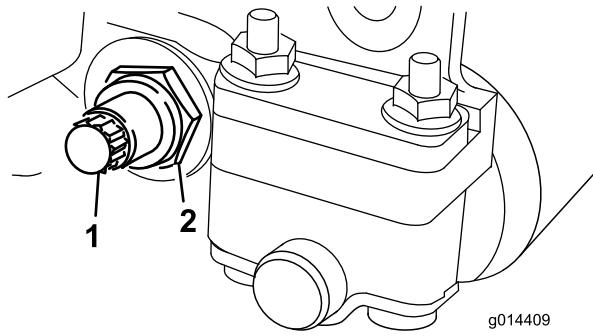
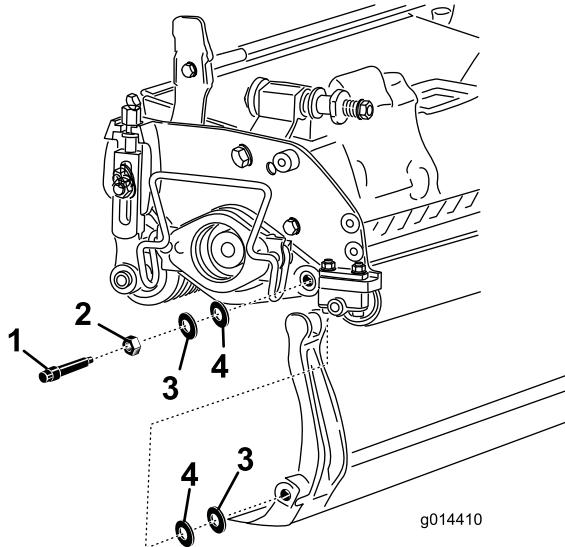

Figura 14
Figura 15
- Desaperte a porca de bloqueio que segura a cavilha da barra de apoio, em cada um dos lados da máquina (Figura 14).
- Remova cada uma das cavilhas da barra de apoio, de modo a permitir puxá-la e retirá-la da máquina (Figura 14). Guarde as duas anilhas de nylon e a anilha de aço prensado de cada uma das extremidades da barra de apoio (Figura 15).
- Fixe a barra de apoio a cada um dos lados da placa lateral com as cavilhas (porcas flangeadas nas cavilhas) e com as 4 arruelas (8 no total). Coloque uma arruela de nylon de cada lado da placa lateral. Coloque uma arruela de aço no exterior de cada uma das arruelas de nylon (Figura 15).